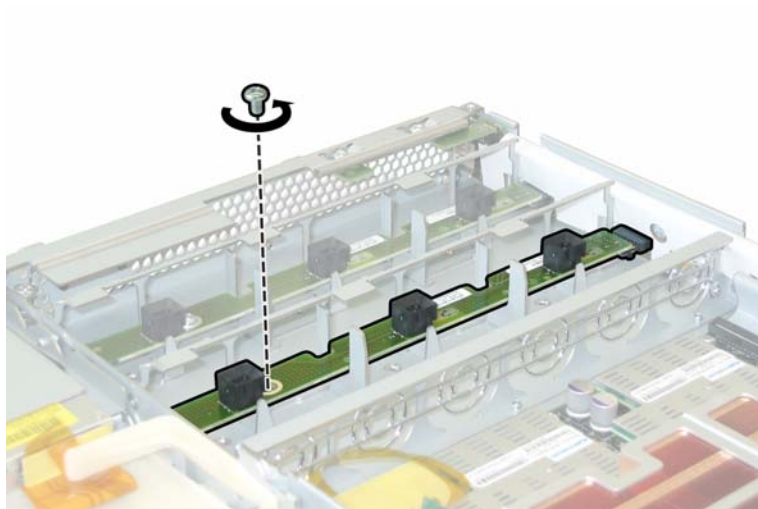

ABBILDUNG 3-19 Lösen der Halteschraube der Lüfteranschlussplatine
5. Lösen Sie die einzelne Schraube, mit der die Lüfteranschlussplatine am Gehäuse befestigt ist. Siehe ABBILDUNG 3-19.